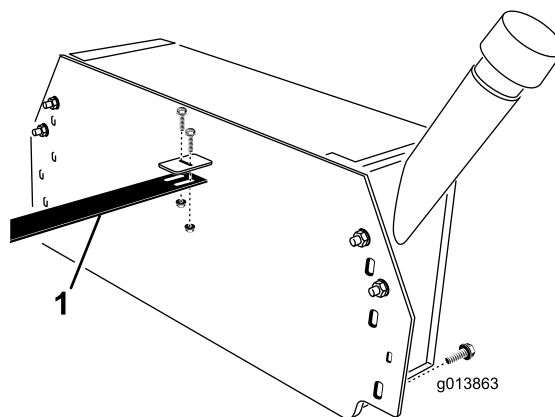

Рисунок 9
- С помощью 2 болтов ($\frac{1}{4} \times \frac{3}{4}$ дюйма) и фланцевых контргаек прикрепите направляющую шланга к кронштейну на гидравлическом баке (Рисунок 9).